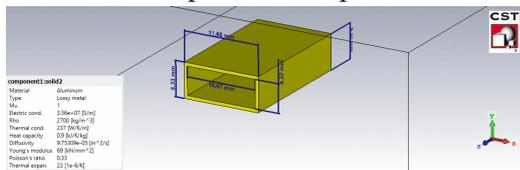

Figura 5-1.
1. Ejecutar el software CST para simular la estructura de la Figura 5-1.